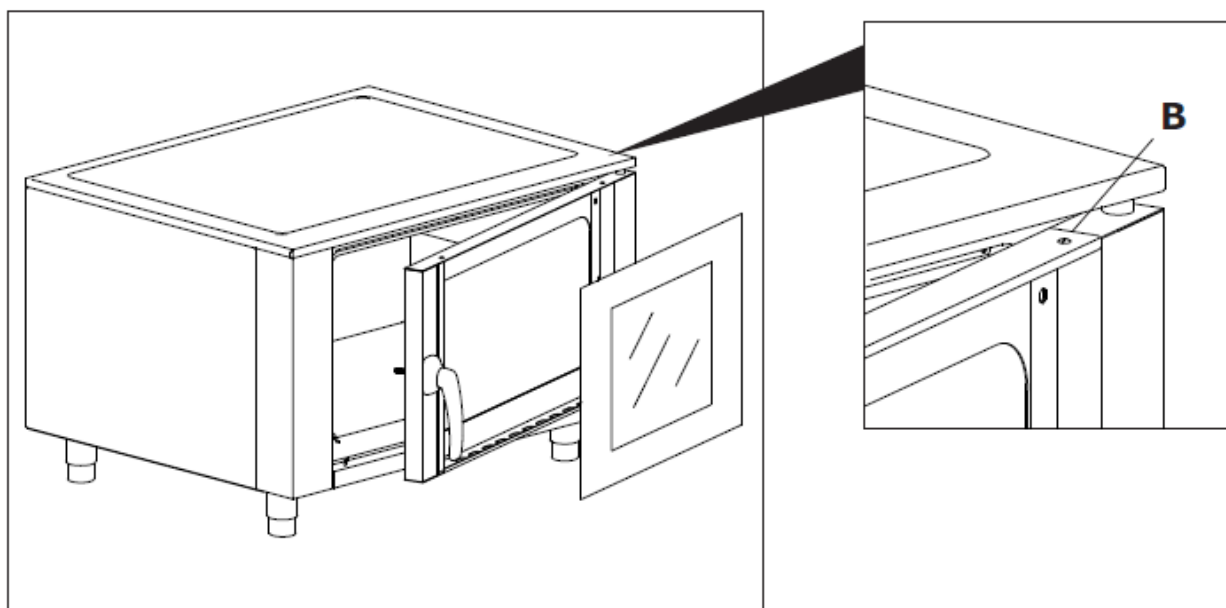

Рисунок 14.
- Откройте дверь печи (Рисунок 14);